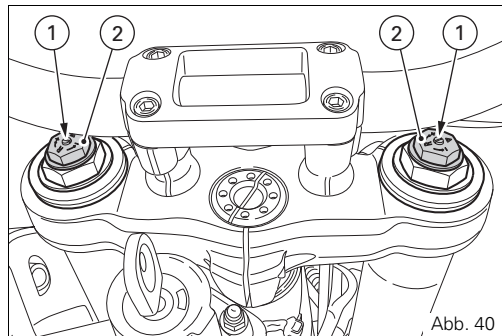

Abb. 40
- 1) für die Änderung der hydraulischen Dämpfung in der Zugstufe (Abb. 40);
- 2) für die Änderung der Vorspannung der innen liegenden Federn (Abb. 40);
Um die Vorspannung der Innenfeder jedes Holms ändern zu können, muss die Sechskant-Einstellschraube (2, Abb. 40) unter Anwendung eines 22 mm-Sechskantschlüssels betätigt werden.